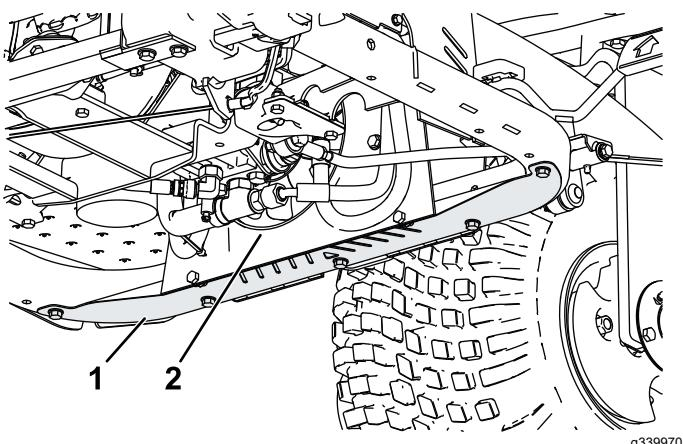

Рисунок 44
- Снимите нижний щиток (Рисунок 44).
- С помощью распылителя продуйте сжатым воздухом пространство между лопастями вентилятора (Рисунок 44), чтобы выудить загрязнения с той стороны, откуда они были занесены.